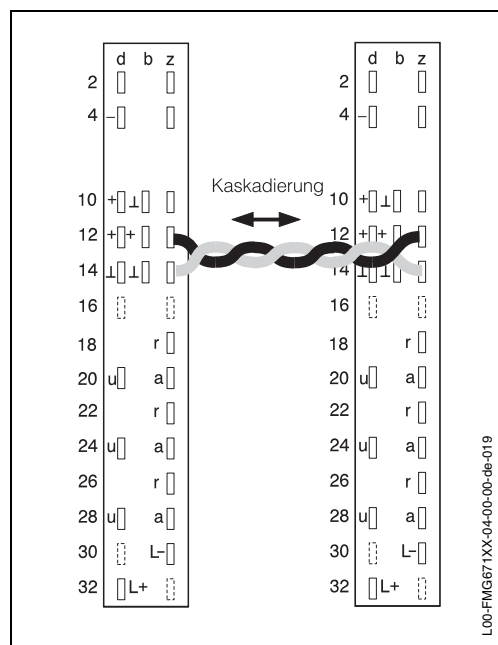

Abb. 5.4 Verdrahtung der Kaskadierungsschnittstelle z12, z14
- Verdrahten Sie die Kaskadierungs-Schnittstelle wie in Abb. 5.4 gezeigt.